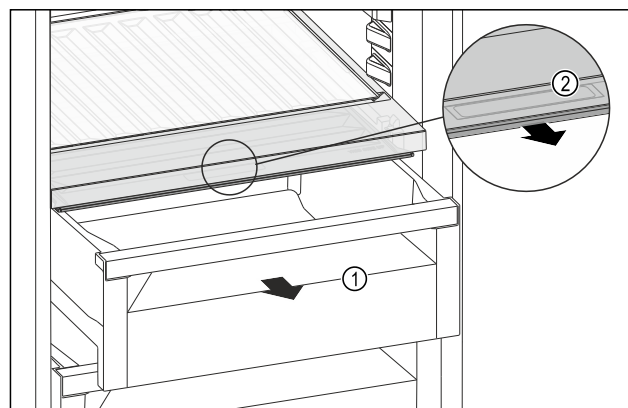

Fig. 115
- Retirer le tiroir Fig. 115 (1).
- Saisir la poignée encastree Fig. 115 (2) du couvercle du compartiment et tirer le couvercle du compartiment par l'avant.